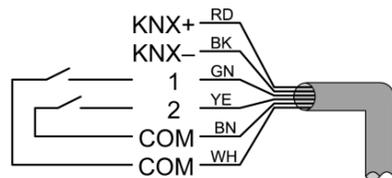

Figure 2
- Le cas échéant, raccorder des contacts libres de potentiel aux entrées (figure 2).